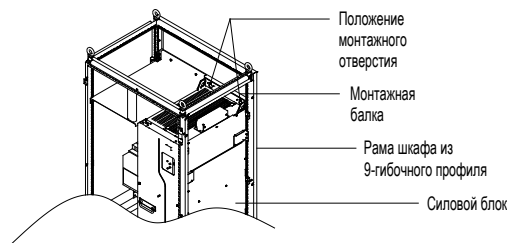

Рис. 4-12 3D-вид шкафа для моделей в контейнерах T11~T12
- B. Когда вам нужно смонтировать контейнеры T11-T12 в шкаф с девятикратным профилем глубиной 600 мм необходимо согнуть монтажную перекладину внутрь (показано на Рис. 4-12), чтобы использовать пространство стойки, которое не является необходимым для установки в стандартный шкаф или шкаф глубиной 800 мм.